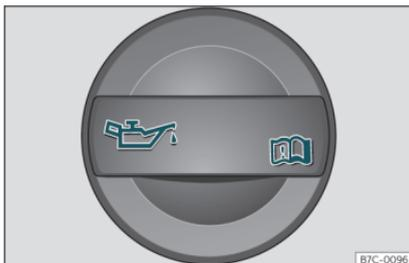

Fig. 203 Vano motore: tappo del bocchettone di rifornimento dell'olio motore.
- Svitare il tappo del bocchettone di rifornimento dell'olio motore»» **fig. 203**.